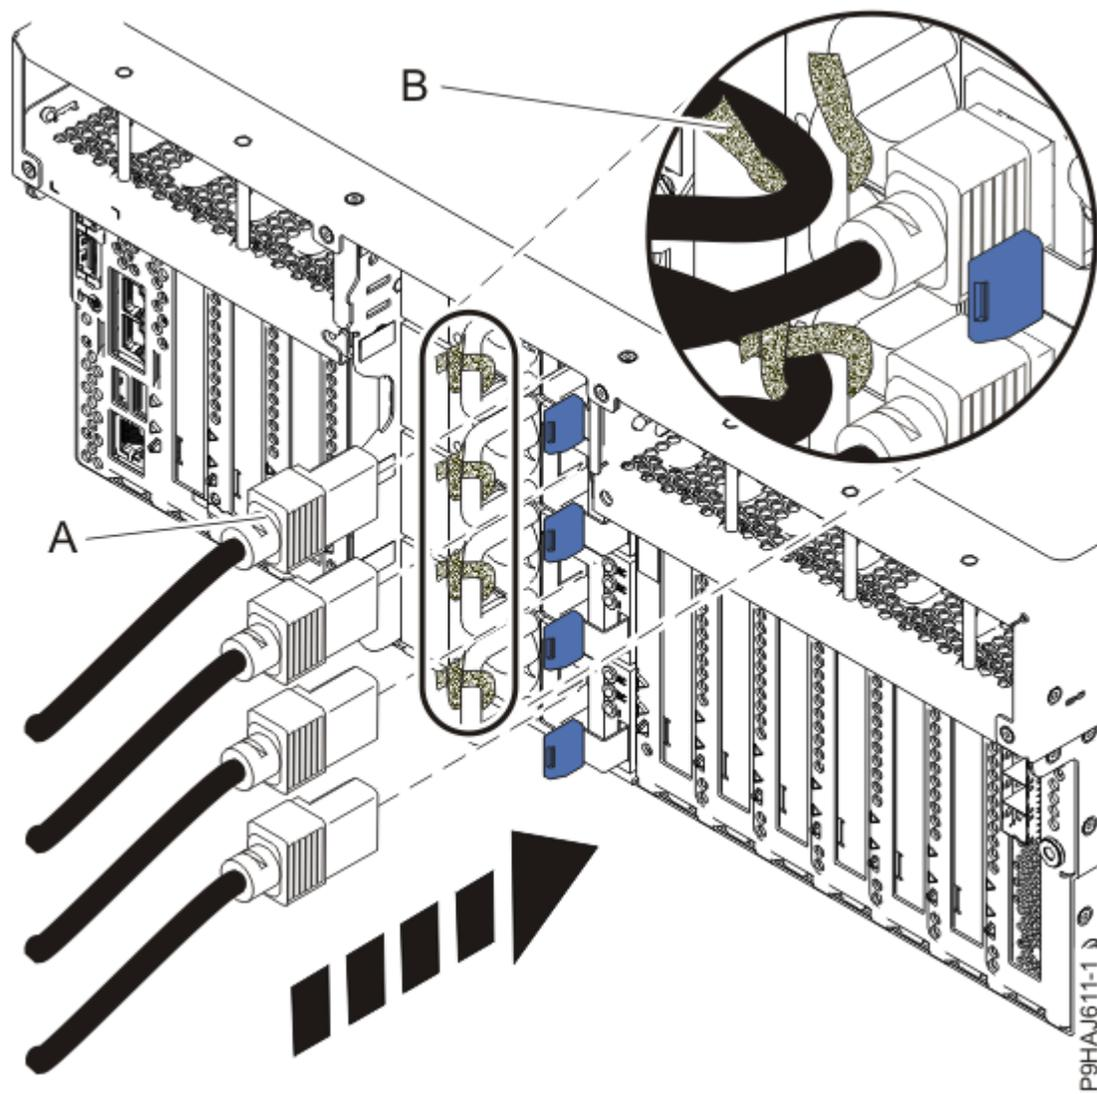
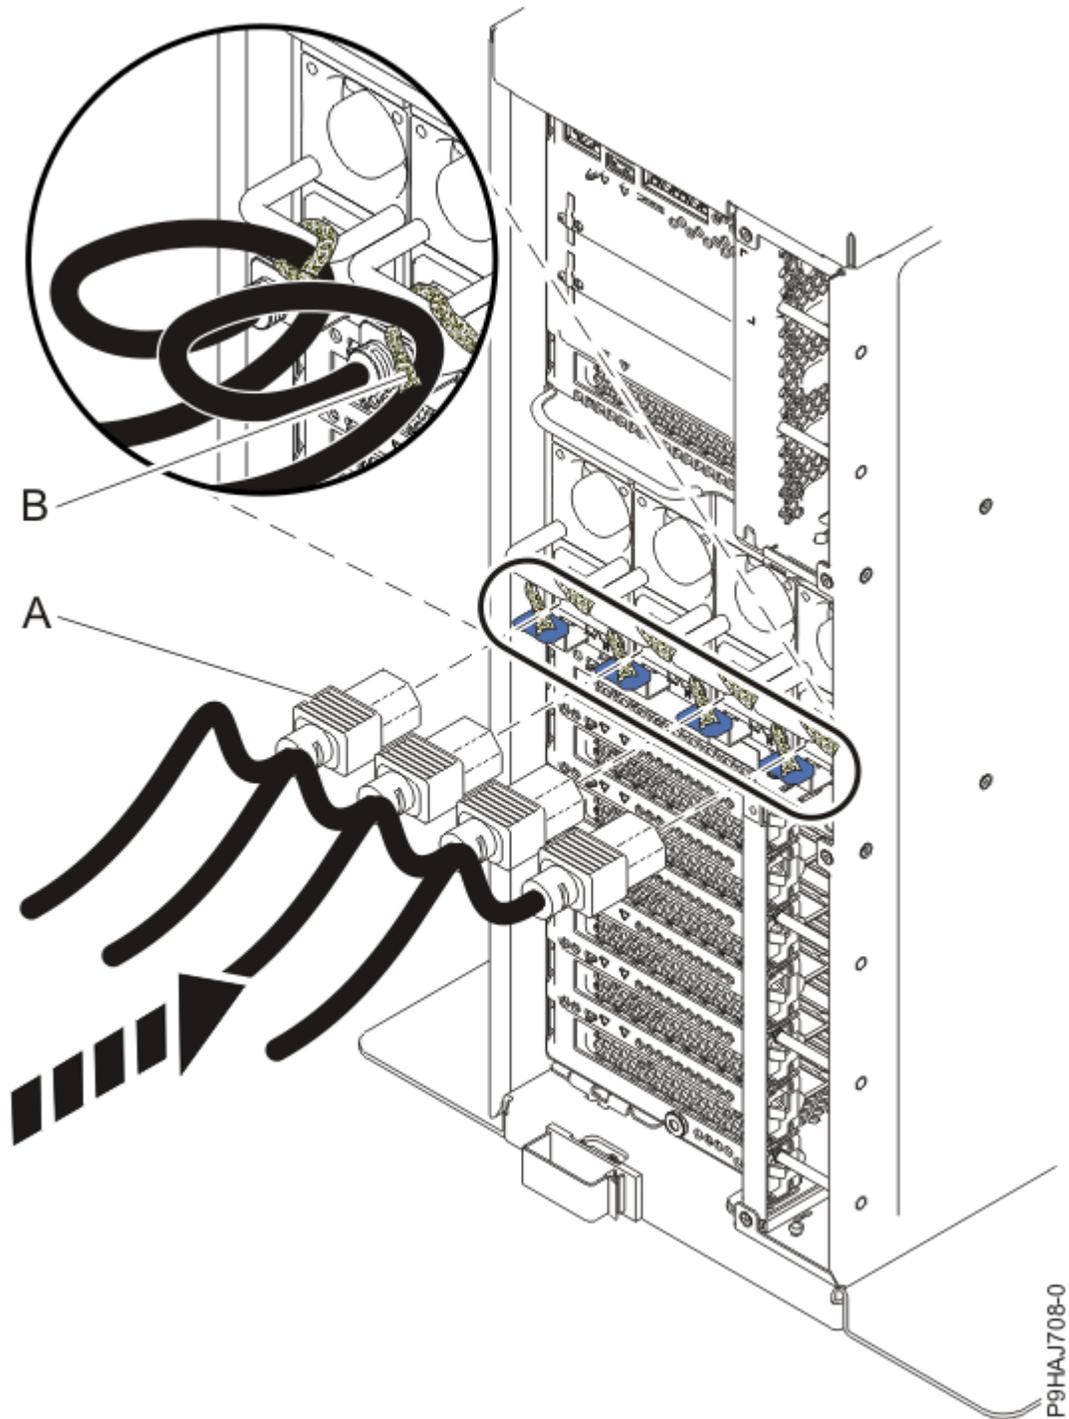

Abbildung 93. Netzkabel an ein Einschubsystem anschließen
Abbildung 94. Netzkabel an ein Standalone-System anschließen
7. Schließen Sie die Netzkabel **(A)** mithilfe Ihrer Beschriftungen wieder an die Systemeinheit an. Befestigen Sie die Netzkabel **(A)** mit den Klettverschlüssen **(B)** am System (siehe Abbildung 93 auf Seite 98 oder Abbildung 94 auf Seite 99).